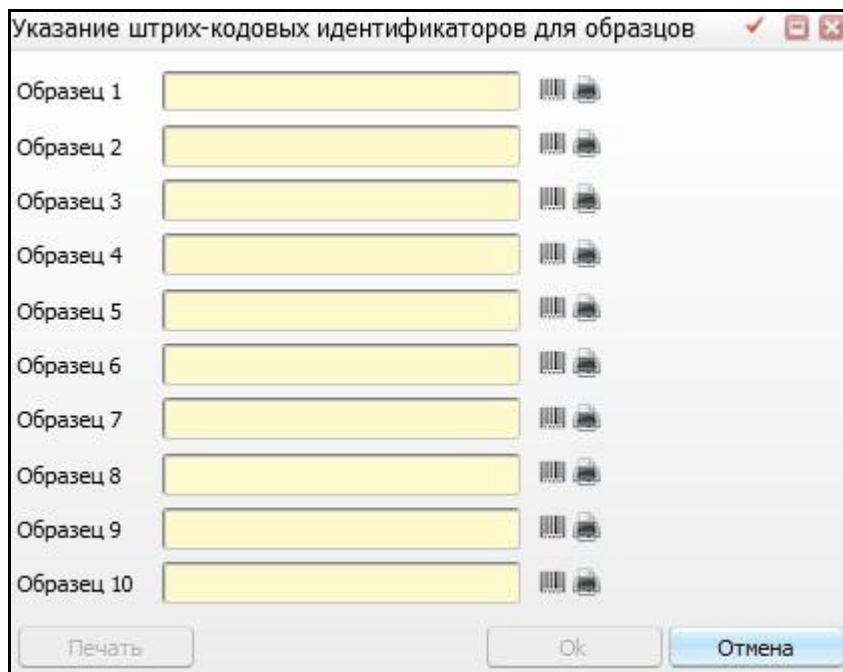

Рисунок 84 – Окно «Указание штрих-кодовых идентификаторов для образцов»
- «Задать вручную» – служит для выбора указания штрих-кодов вручную. Если выберете значение «Задать вручную», то при нажатии кнопки «Отправить в работу» или «Ввод результатов» откроется окно «Указание штрих-кодовых идентификаторов для образцов» (Рисунок 84).